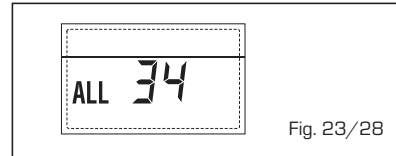

Fig. 23/28
- **ANOMALÍA COMUNICACIÓN FICHA RS-485 Y FICHA RS-485 "ALL 35"** (fig. 23/29)